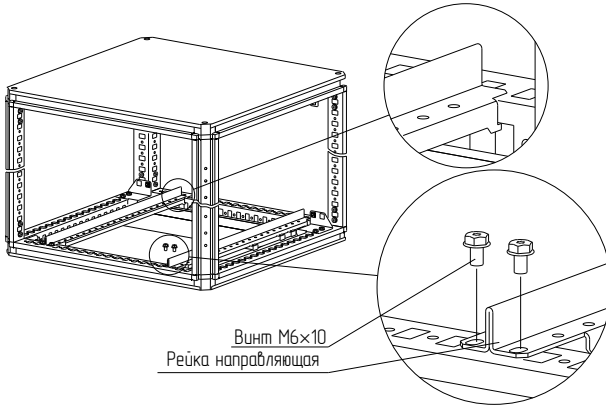

Рисунок 11
4.4.5 Для удобства установки панели монтажной рекомендуется применять направляющие рейки (Рисунок 11). Направляющие рейки необходимо закрепить на основании винтами М6×10. Момент затяжки – 7 Н·м.